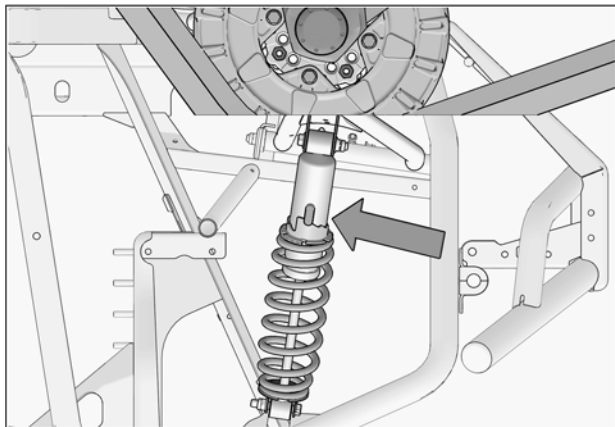

Fig. 31
1. Vérifier l'ajustement de la suspension; si les amortisseurs sont réglables, ils doivent être réglés au niveau le plus ferme pour permettre un maximum de dégagement entre les systèmes et les ailes du véhicule. Voir la Fig. 31